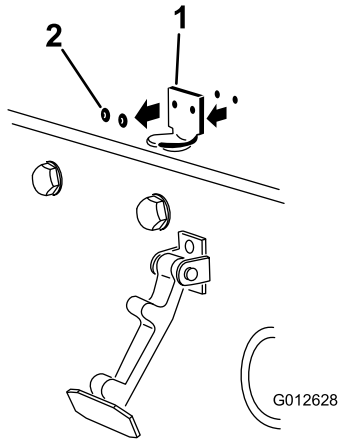

图 7
2. 卸下将机罩门锁支架固定至机罩的 2 个铆钉 (图 7)。